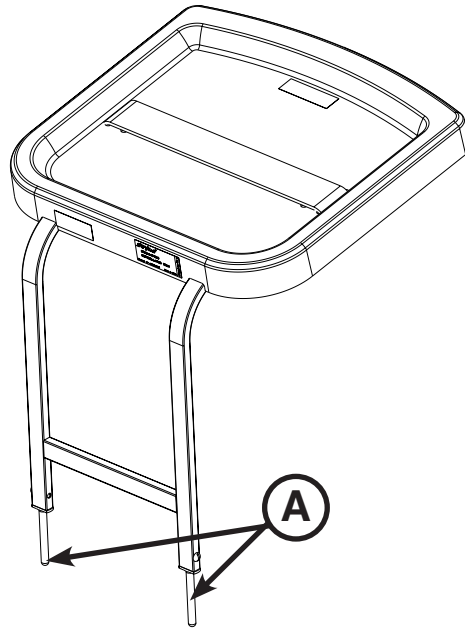

Abbildung 9.1: Defibrillator-Tablett
Zur Installation des Defibrillator-Tabletts die Stifte (A) am Defibrillator-Tablett in die Einsätze der Fußplatte am Fußende des Stretchers einführen, wie in Abbildung 9.1 dargestellt. Die Vorrichtung mit dem Gurt am Tablett sichern.